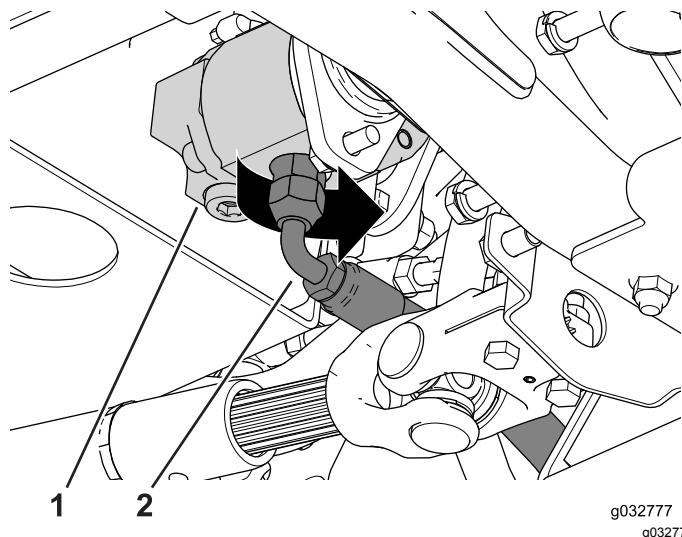

Рисунок 122
3. Совместите отверстия под болты, чтобы установить, не затягивая, болты и разделители с правой стороны машины (Рисунок 122).
2. Ослабьте штуцер шланга подачи, подсоединенный к шестеренчатому насосу, и поверните шланг подачи в направлении правой стороны машины (Рисунок 122).